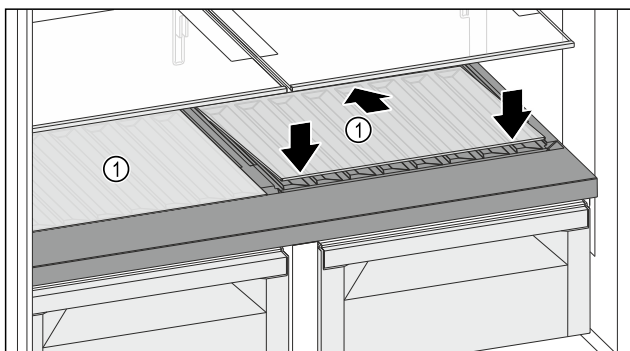

Fig. 134
- Stekleno ploščo Fig. 134 (1) namestite postrani, nagnjeno spodaj nazaj.
- Stekleno ploščo Fig. 134 (1) spustite spredaj.